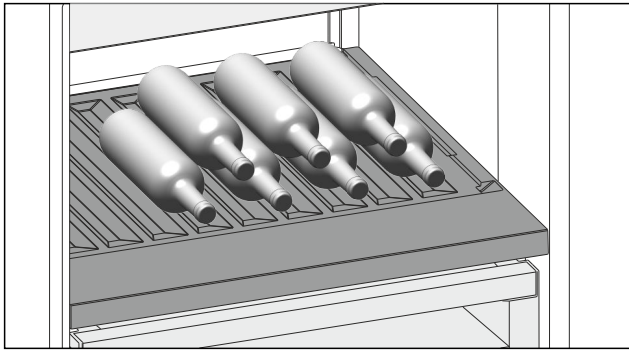

Fig. 114 Beispielhafte Darstellung
- ▶ Flaschen mit dem Boden nach hinten zur Rückwand einlegen. (siehe Fig. 114)